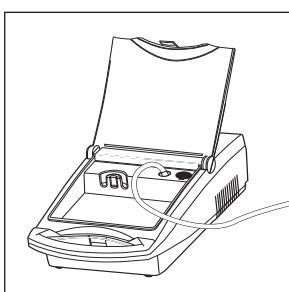

Figure 2
5. Brancher l'une des extrémités du tube du nébuliseur dans le connecteur d'admission d'air **Figure 2 ou 3**.